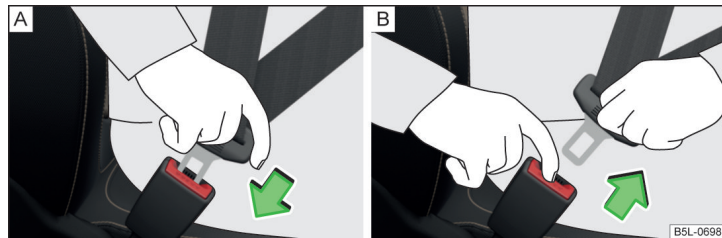

Fig. 22 Colocar y quitar el cinturón de seguridad
- Introduzca la lengüeta en el cierre correspondiente al asiento » **fig. 22 - [A]** hasta que se oiga como encaja.
- Agarrar la lengüeta del cinturón y pulsar la tecla roja en el cierre del cinturón » **fig. 22 - [B]**, la lengüeta del cinturón saldrá disparada.